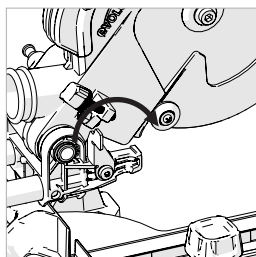

Fig. 26a
- Aprire la "piastra di fermo" del fermo di profondità (**Fig. 26a**) ruotandola in avanti dalla sua posizione di riposo lungo l'utensile di circa 150 gradi fino alla sua posizione di utilizzo.